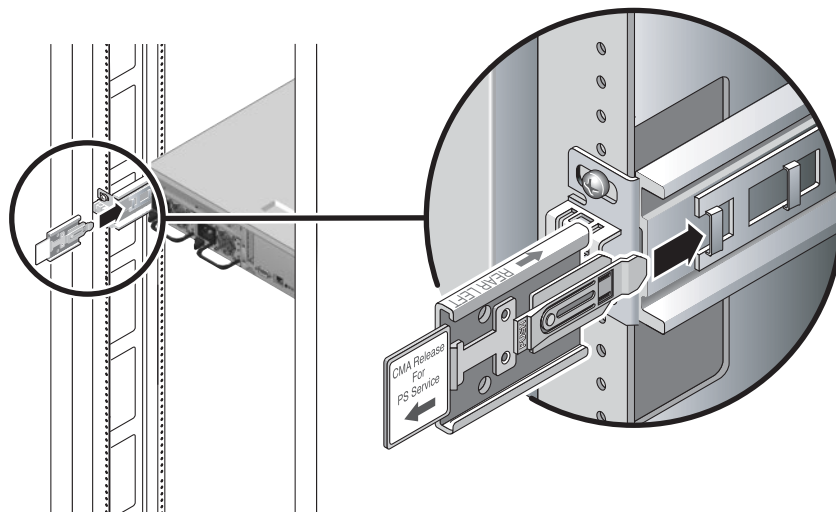

図 2-8 左のスライドレールの背面側への CMA レール拡張部品の挿入
1. ラックの背面で、CMA レール拡張部品を左のスライドレール構成部品の端に差し込みます (図 2-8)。レール拡張部品の前面側にある爪が適切な位置でカチッという音を立てます。